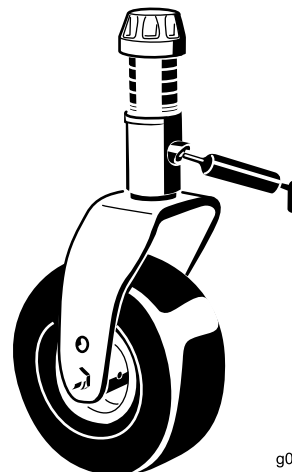

Figura 65
- Casquillos (2) del eje de la horquilla de las ruedas giratorias (Figura 65)